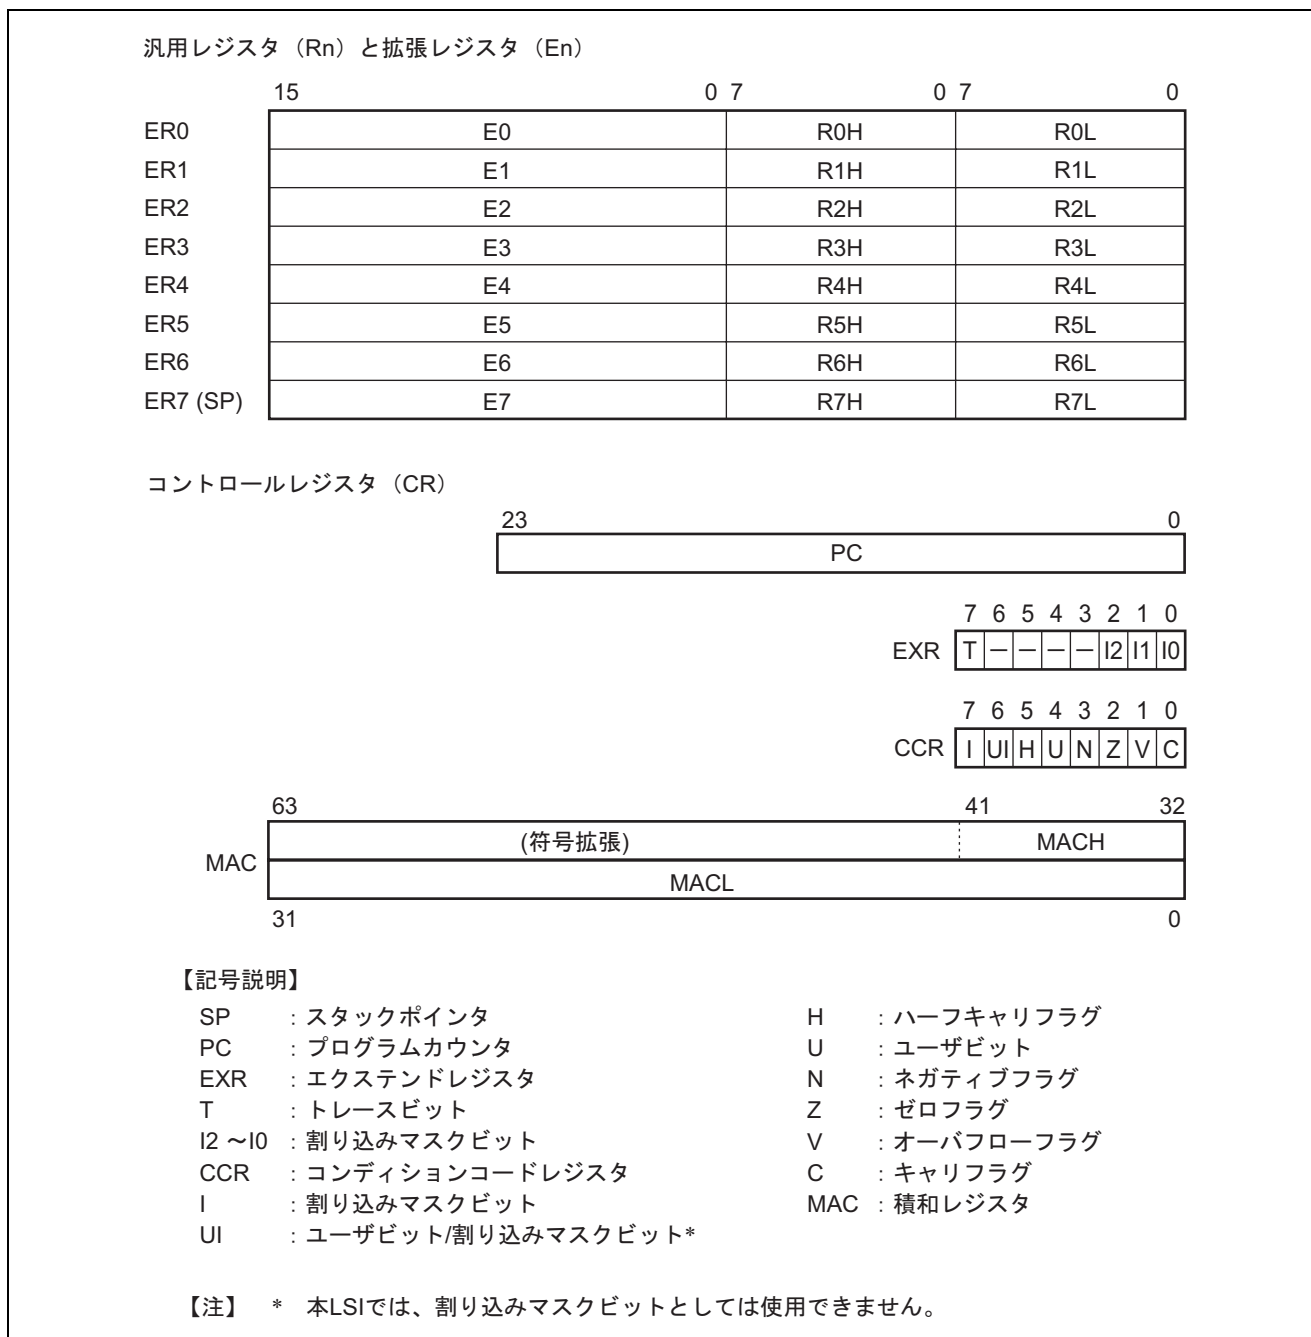

図 2.6 CPU 内部レジスタ構成
H8S/2600 CPU の内部レジスタの構成を図 2.6 に示します。これらのレジスタは、汎用レジスタとコントロールレジスタの 2 つに分類することができます。コントロールレジスタには、24 ビットのプログラムカウンタ (PC)、8 ビットのエクステンドレジスタ (EXR)、8 ビットのコンディションコードレジスタ (CCR) および 64 ビット積和レジスタ (MAC) があります。